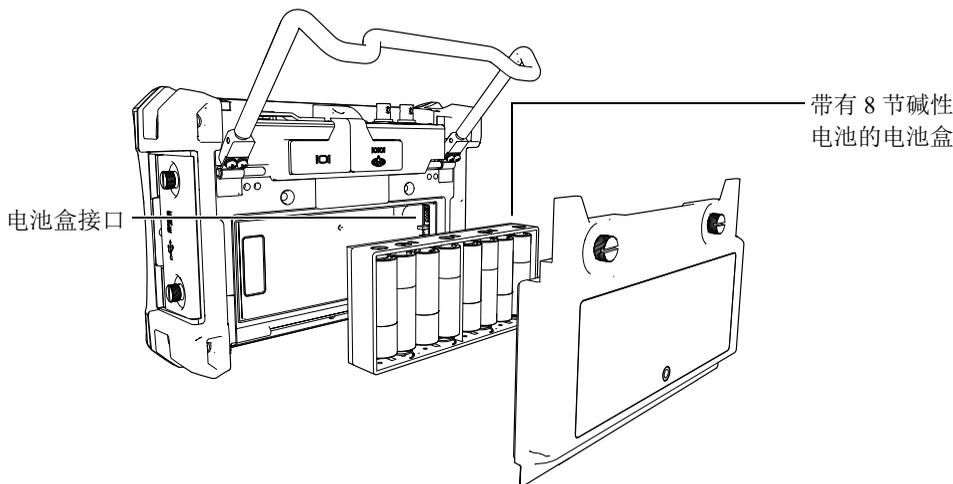

图 1-11 碱性电池盒
- 将碱性电池盒放入电池仓内（参见第 31 页的图 1-11）。